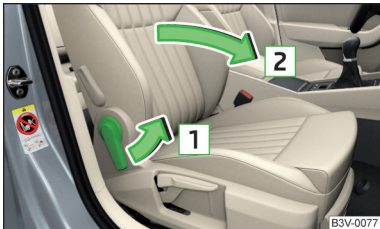

Abb. 72
- Am Hebel in Pfeilrichtung **1** » Abb. 72 ziehen.